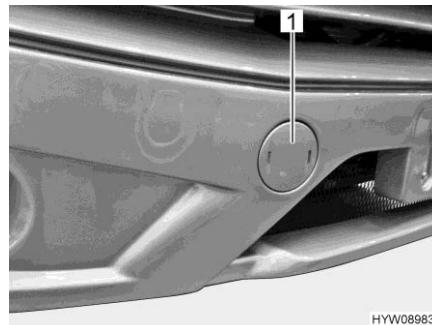

Fig. 41 Copertura (alloggiamento dell'occhione di traino)
- Rimuovere la copertura (Fig. 41,1) mediante un cacciavite.